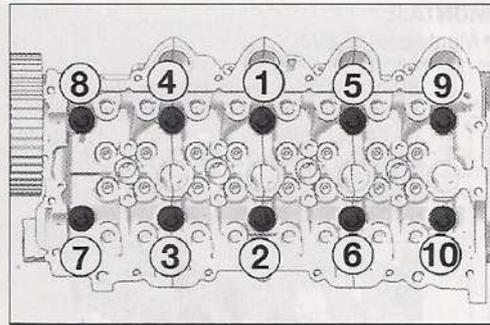

FIG. 85
- Apretar manualmente los tornillos de culata en el orden indicado con el útil [1] (Fig.85).